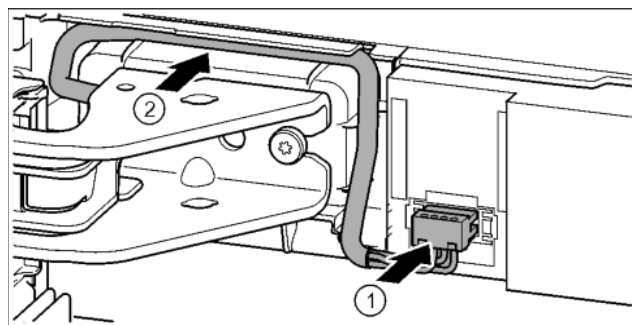

Fig. 42
- Зафиксировать штекер над верхним опорным кронштейном и осторожно уложить жилы кабеля в канал. Fig. 42 (1)
- Осторожно проложить серый кабель в направляющей над верхним опорным кронштейном. Fig. 42 (2)